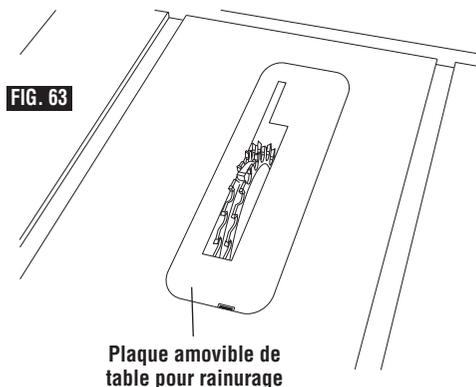

FIG. 63
7. Abaissez les lames au-dessous du dessus de la table et insérez la plaque amovible de table pour rainurage Skil-saw (SPTA70WT-DD) (Fig 63). Élevez les couteaux jusqu'à la profondeur de coupe désirée (au-dessus de la plaque amovible). Assurez-vous que l'outil n'est pas branché dans une prise de courant ; puis faites tourner les couteaux à la main en prenant toutes les précautions nécessaires pour vérifier que tous les composants sont solidement en place et qu'il n'existe pas d'interférences.